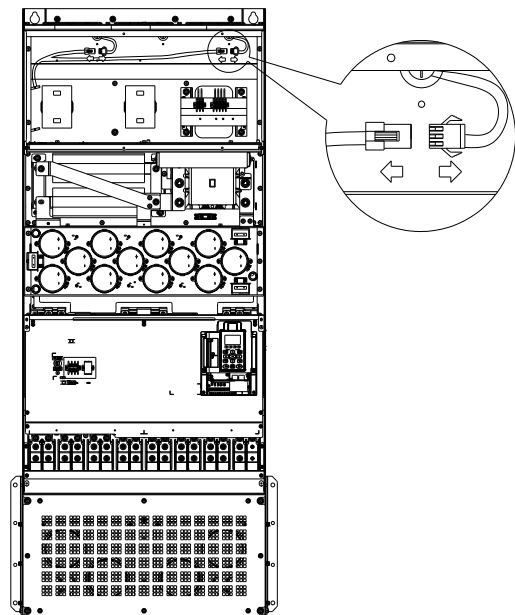

Рис. 3
3. Отсоедините разъем вентилятора (Рис. 3).